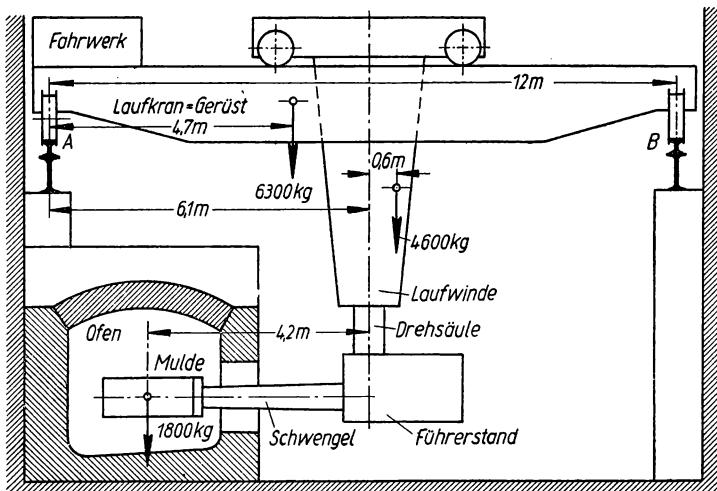

Bild 214
- 338.** Ein Beschick-Kran (Bild 214) für einen Martinofen führt die Mulde voll Stahlschrott in den Ofen ein, um sie dort umzudrehen und zu entleeren. Die Ge-